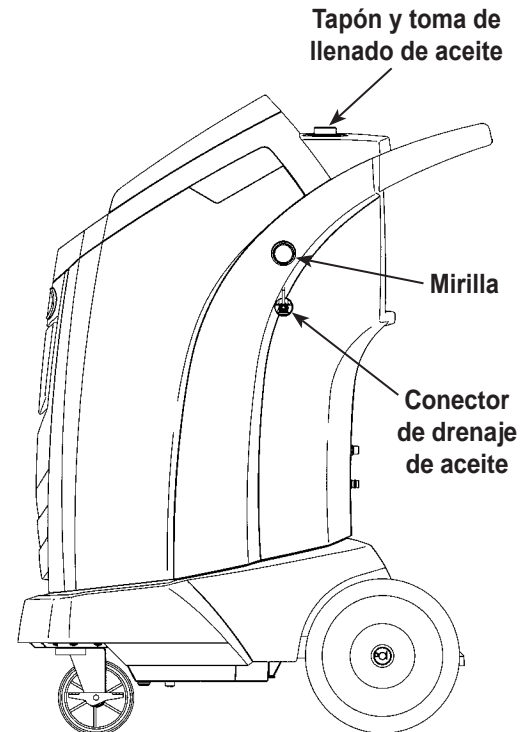

Figura 13
3. Cuando el compresor se detenga, abra **lentamente** el tapón de llenado de aceite para verificar que no haya presión en la máquina. A continuación, retire el tapón con cuidado. Consulte la Figura 13.